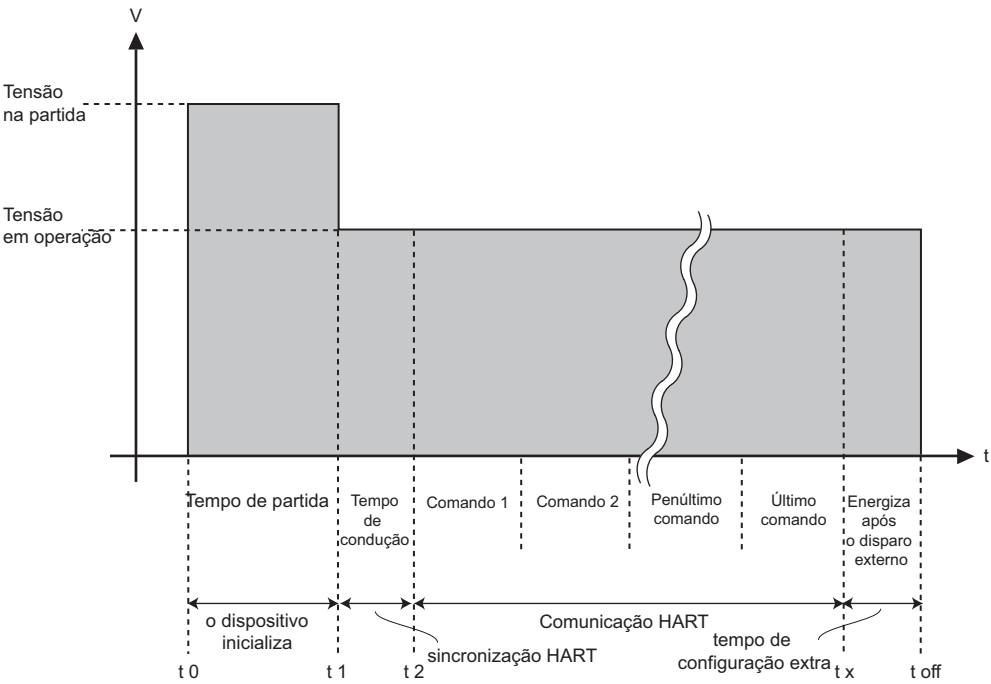

Fig. 8-1: Parâmetros que influenciam os requisitos de energia do Adaptador WirelessHART
- 2 A explicação dos parâmetros pode ser obtida na Fig. 8-1 e na tabela oposta, onde os parâmetros obrigatórios estão destacados em negrito